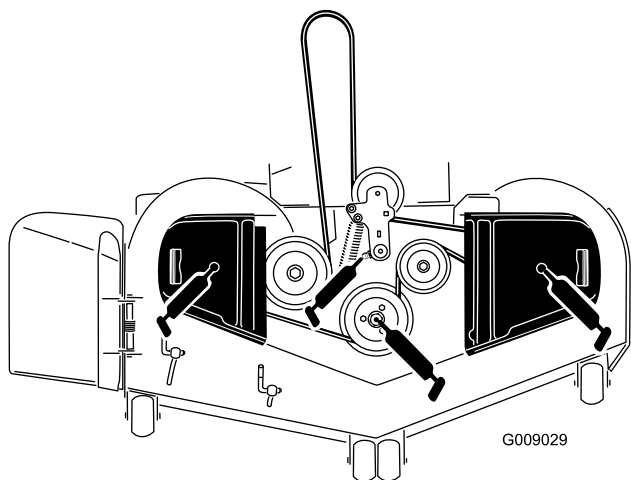

Figure 40
3. Graissez le pivot de la poulie de tension du tablier de coupe jusqu'à ce que la graisse ressorte par le bas (Figure 40).
4. Lubrifiez les roulements des trois axes sous jusqu'à ce que la graisse sorte (Figure 40).
5. Graissez le bras de la poulie de tension de la courroie d'entraînement (Figure 40).